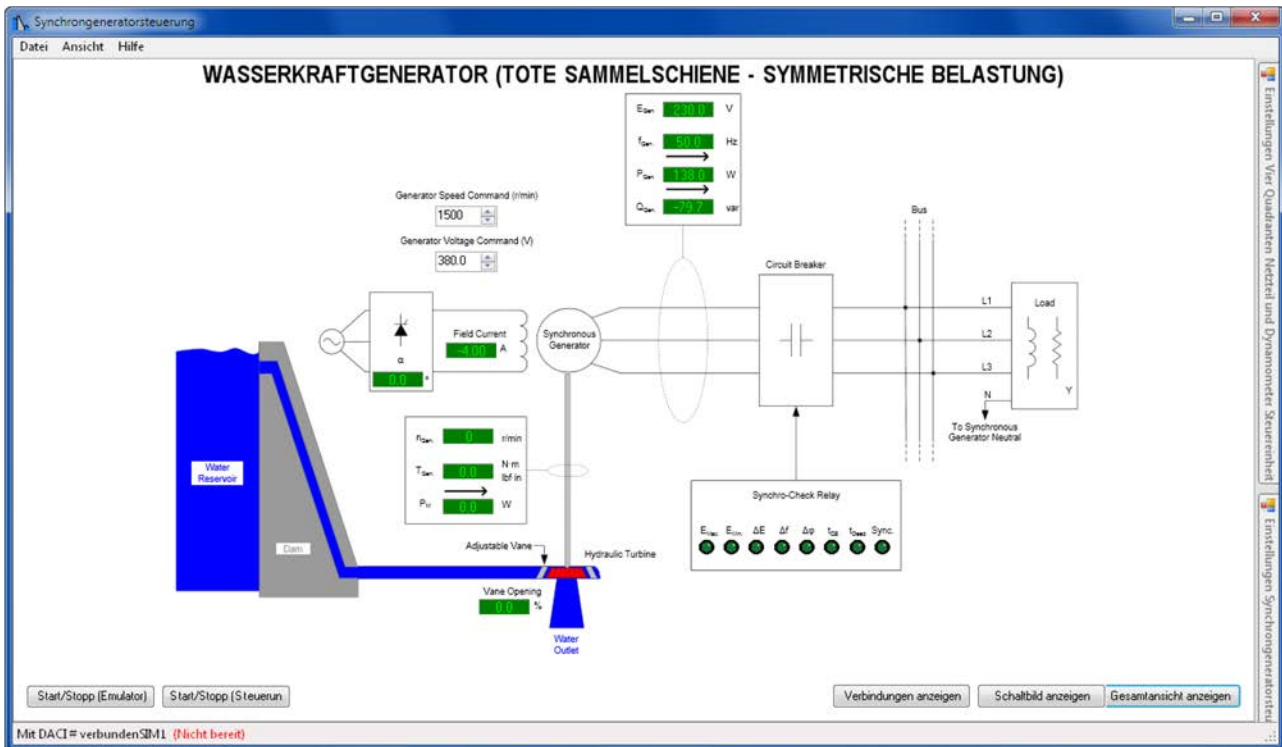

Abbildung 14. SCADA-Ansicht der Funktion *Wasserkraftgenerator (tote Sammelschiene - symmetrische Belastung)*.
- Durch Klicken auf die Schaltfläche *SCADA-Ansicht zeigen* erscheint eine SCADA-Ansicht des Wasserkraftgenerators, wie in Abbildung 14 gezeigt. In dieser Ansicht gibt es weitere Schaltflächen, unter anderem für Start und Stopp des Emulators und des Controllers für den Generator.